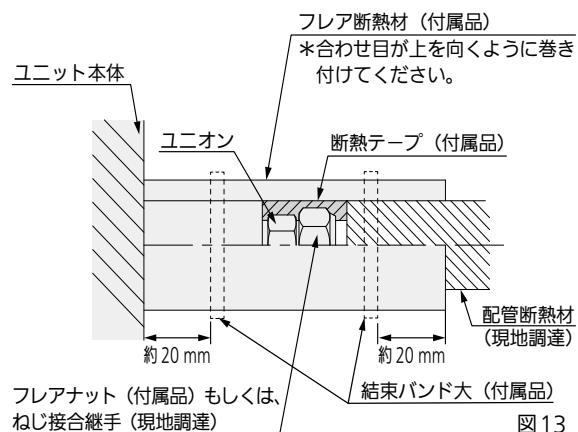

図 13
- 図 13 に従って液管・ガス管とも、断熱してください。フレアナット部もしくは、ねじ接合継手部に断熱テープ (付属品) を巻き付けてください。配管接続部にはフレア断熱材 (付属品) を隙間がないように巻き付け、結束バンド大 (付属品) で締め付けてください。結束バンドの余分な部分は切断してください。